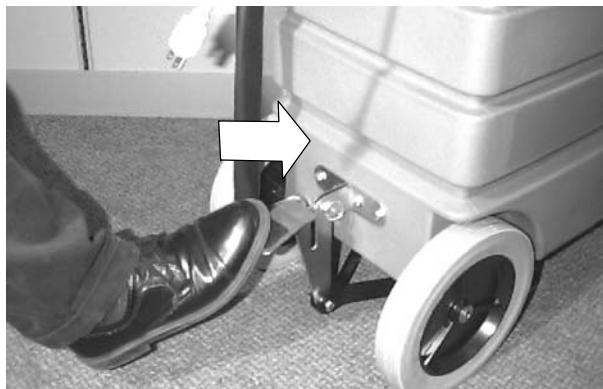

FIG. 10
2. Abaissez le racloir sur le sol, appuyez légèrement sur la pédale pour désenclencher la position de transport (Figure 10).